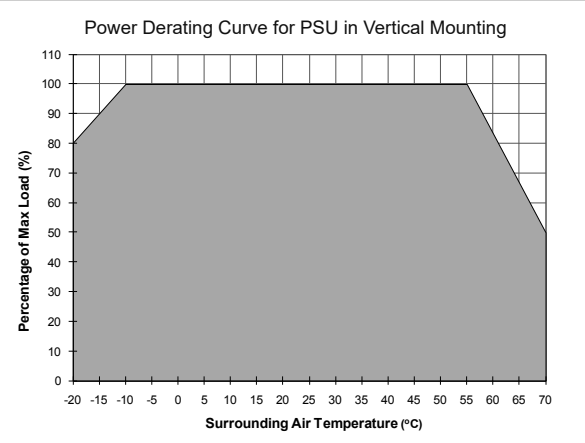

Figure 6
4.4. Temperaturverhalten (Abb. 6)
Derating (Leistungsherabsetzung)	Leistungsherabsetzung gemäß Abb. 6 -10 °C bis -20 °C (2 % / °C), > 55 °C (3,33 % / °C) Vertikal
Betriebstemperaturbereich (Umgebungstemperatur)	-20 °C bis +70 °C (Leistungsherabsetzung gemäß Abb. 6)